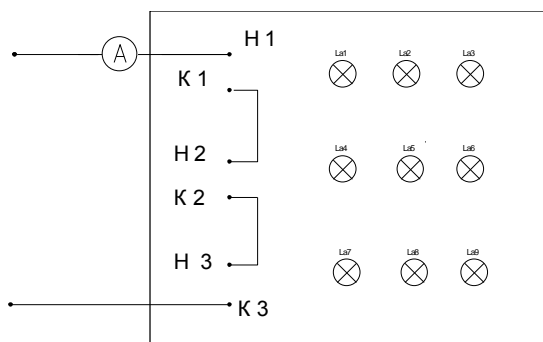

Рисунок 1. Схема последовательного соединения приёмников
- Ознакомиться со схемой (рис.1) последовательного соединения и проверить правильность соединения.